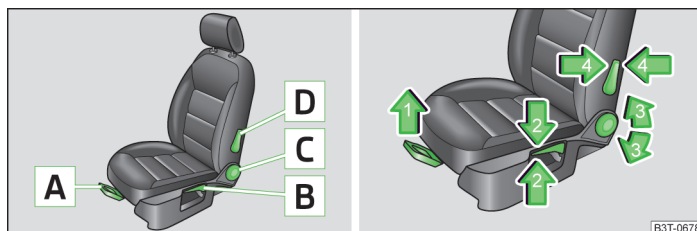

Fig. 48 Elementos de manejo / ajuste
- Tirar de la palanca **A** » fig. 48 en la dirección de la flecha 1 y deslizar el asiento en la dirección deseada.
- Tirar de nuevo de la palanca **B** » fig. 48 en el sentido de una de las flechas 2 y presionar.
- Descargar el respaldo (no apoyarse en él) y girar la ruedecilla manual **C** » fig. 48 en el sentido de la flecha 3.
- Presionar la palanca **D** » fig. 48 en el sentido de una de las flechas 4.